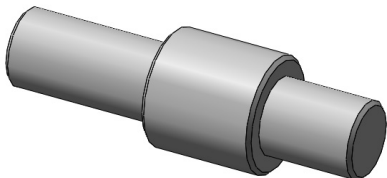
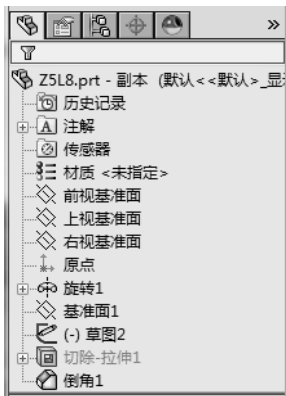

图 5-38 切除-拉伸 1 特征被压缩后的零件实体模型
图 5-39 压缩后特征显示为灰色
- [3] 单击【编辑】/【压缩】/【此配置】,切除-拉伸 1 特征被压缩后的零件实体模型如图 5-38 所示。压缩后特征在 FeatureManager 中显示为灰色,如图 5-39 所示。